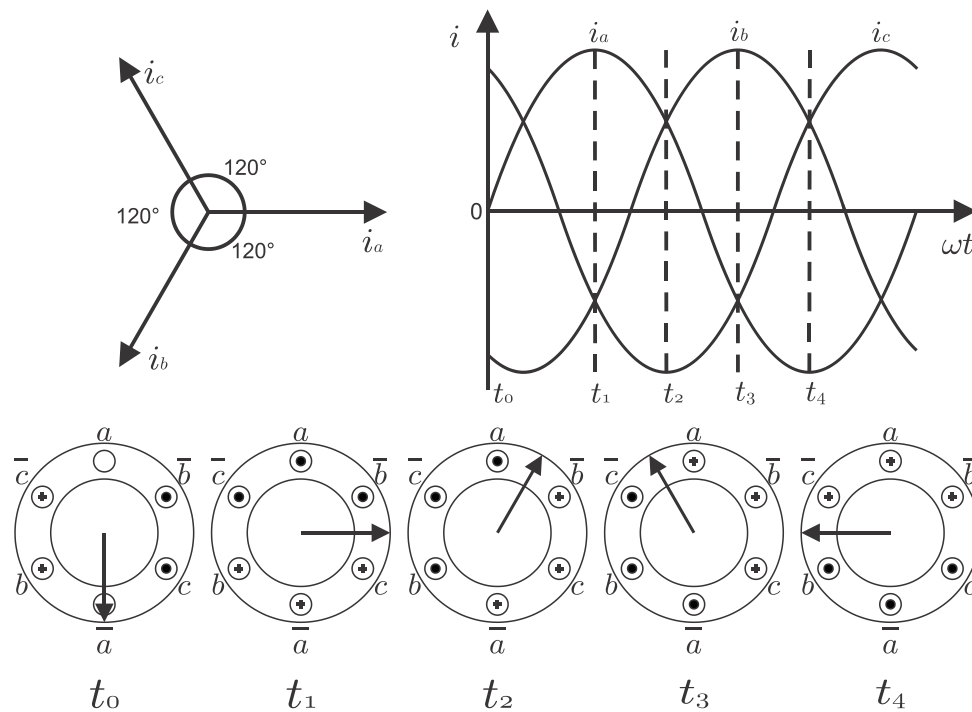

Figura 5. Etapas del campo magnético giratorio de un motor de inducción trifásico
A continuación se describe el funcionamiento de un motor trifásico. Un voltaje trifásico consiste en tres señales de voltaje desfasadas por 120° entre sí. Al conectar el embobinado del estator a línea, se genera un campo magnético giratorio debido a la distribución de los embobinados. En la Figura 5 se observa la resultante magnética con respecto a los tiempos definidos en las señales trifásicas, generando así una trayectoria de rotación o par. La velocidad de giro del campo magnético del estator se le conoce como velocidad síncrona, por lo general se expresa en revoluciones por minuto. La velocidad de este campo magnético está dado por la ecuación (1)